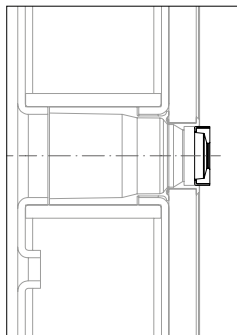

Fig. A14.05a
1. Poser le nouveau joint sur l'ouverture. (Fig. A14.05a)